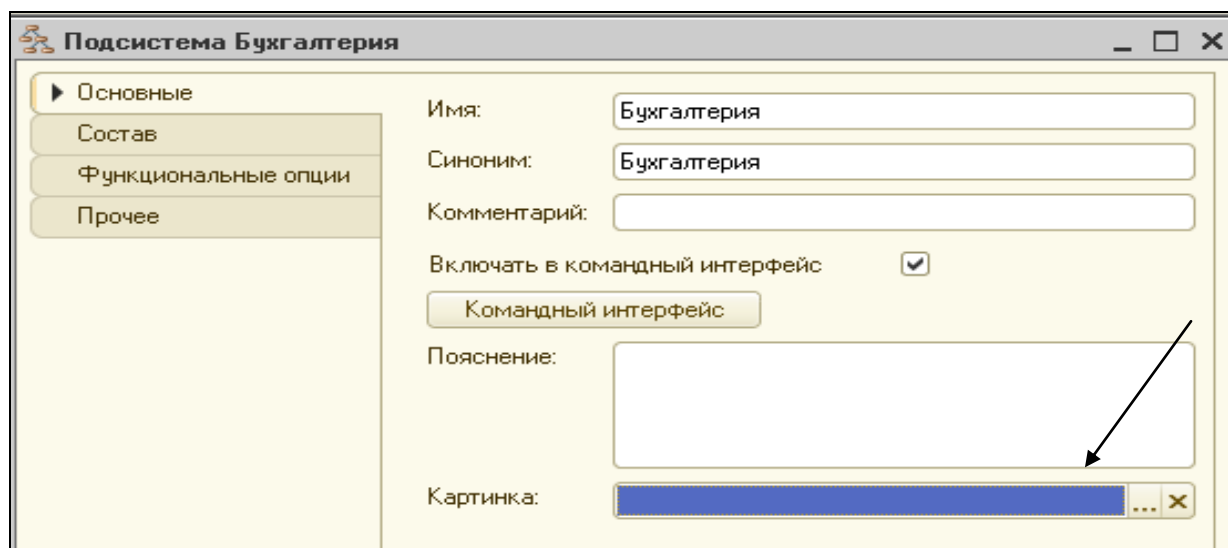

Рисунок 10.1 Выбор картинки для подсистемы Бухгалтерия
1. Открыть в дереве конфигурации подсистему **Бухгалтерия**, на вкладке **Основные** вызвать список картинок (рис.10.1).